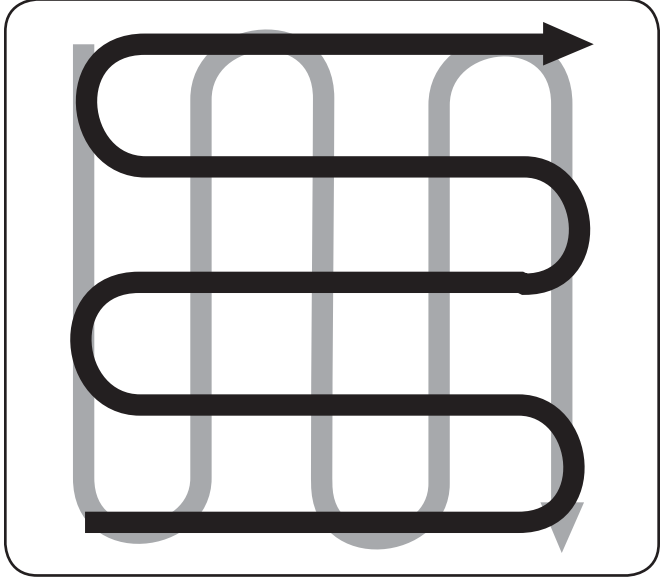

Figure 5-6
- Effectuez un deuxième passage perpendiculaire, comme à la Fig. 5-6. Vous obtiendrez de meilleurs résultats en faisant chevaucher chaque passage (dans une terre très compacte, trois ou quatre passages pourront être nécessaires pour pulvériser la terre).